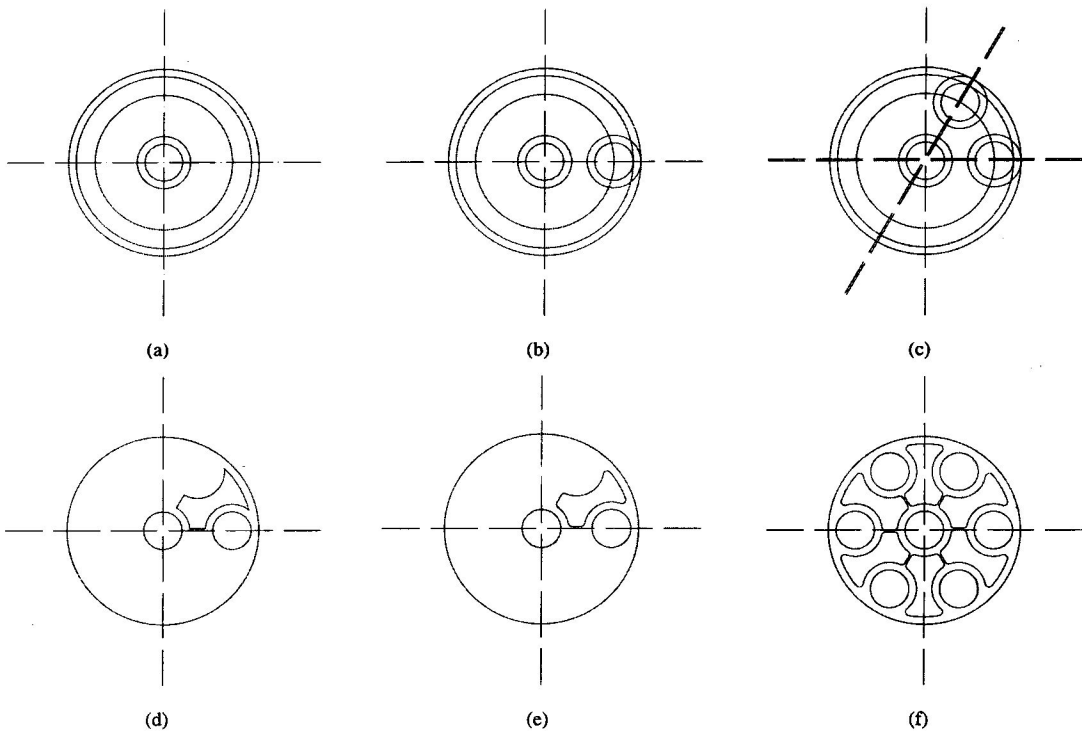

图 1-2
结果如图 1-2 中的图(a)所示。
结果如图 1-2(b)所示。
(6) 对图 1-2(c)进行删除和修剪处理。
(用此方法一直修剪下去,直到满足要求为止)结果如图 1-2(d)所示。
(7) 对图 1-2(d)中的图形首先进行倒圆角处理,圆角半径为 2。
对另外的五个角同样进行倒圆角处理,得到如图 1-2(e)的结果。
这样就可以得到如图 1-2(f)所示的结果。